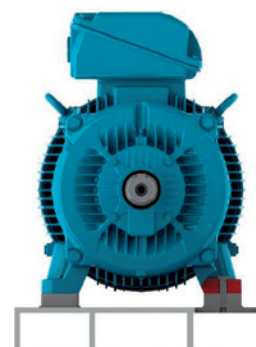

Figura 33 - Motor instalado sobre base metálica
- Bases metálicas: más comunes para motores de pequeño tamaño (ver Figura 33)